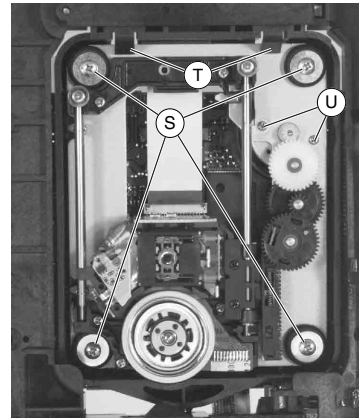

Fig. 12
- 2 Schrauben (U) (Fig. 12) herausdrehen und Sledge-Motor nach unten herausnehmen.
- 4 Schrauben (S) (Fig. 12) herausdrehen.
- Rastnasen (T) (Fig. 12) lösen und Laufwerk herausnehmen.
- Undo the 2 screws (U) (Fig. 12) then remove the sledge motor in downward direction.
- Undo the 4 screws (S) (Fig. 12).
- Undo the locking lugs (T) (Fig. 12) then remove the drive mechanism.